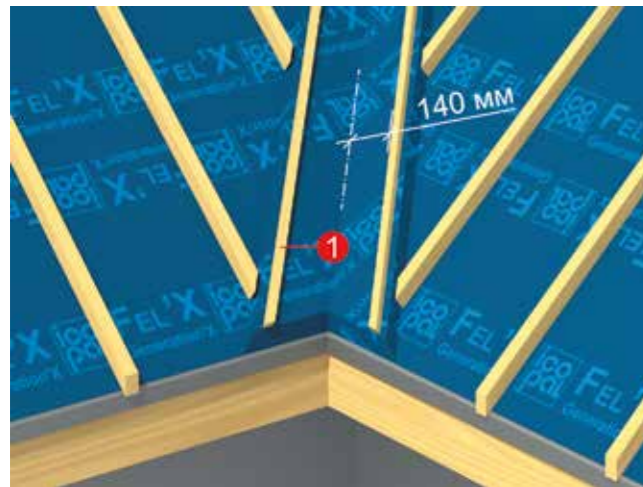

Рисунок 8
5.2.7 Для крепления элементов ендовы по краям опорного настила на расстоянии 140 мм от оси ендовы устанавливаются бруски сечением 25x25 мм (Рисунок 8).